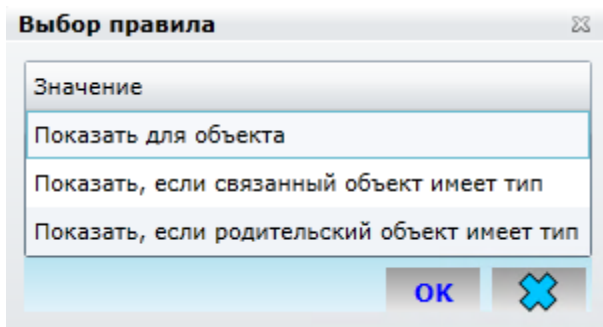

Рисунок 36. Правило свойства VI-объекта
- В поле «Правило» нажать на кнопку  и выбрать из списка необходимое правило (Рисунок 36);